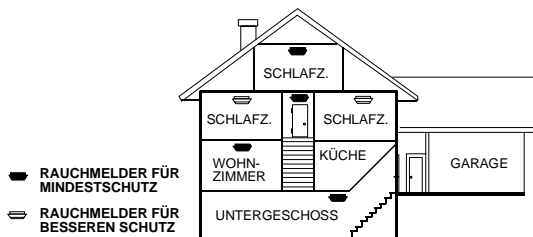

Abb. 7. Installationsorte für Rauchmelder in einem mehrstöckigen Wohnhaus
- Installieren Sie einen Rauchmelder auf jeder Etage eines mehrstöckigen Wohnhauses bzw. einer Maisonettewohnung (siehe Abb. 7).